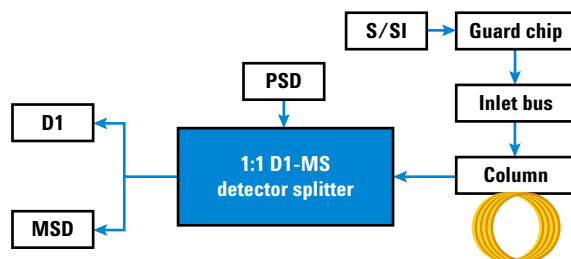

Abbildung 69 1:1 D1-MS Detektor-Splitter – Flussdiagramm
Der Intuvo 1:1 D1-MS Detektor-Splitter wird verwendet, um den Abfluss der Analysensäule auf zwei unterschiedliche Detektoren aufzuteilen, wobei ein Detektor bei atmosphärischem Druck und der andere bei Unterumgebungsdruck betrieben wird. Der D1-Detektor kann dabei einer der unterstützten atmosphärischen Detektoren sein. Der D2 ist ein Massenspektrometer (MS). Siehe Abb. 69.